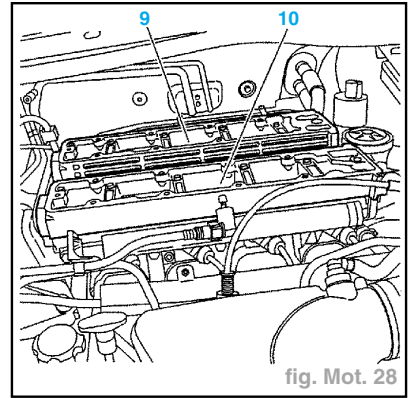

fig. Mot. 28
- le boîtier des bobines d'allumage (6),
- le capteur de position arbre à cames (8),
- les couvre-culasses (5).
Nota : Desserrer progressivement de quelques tours les chapeaux de paliers d'arbre à cames (9) et (10) (fig. Mot. 28).
- les vis des carters chapeaux de paliers d'arbres à cames (9) et (10),
- les carters chapeaux de paliers d'arbres à cames (9) et (10).